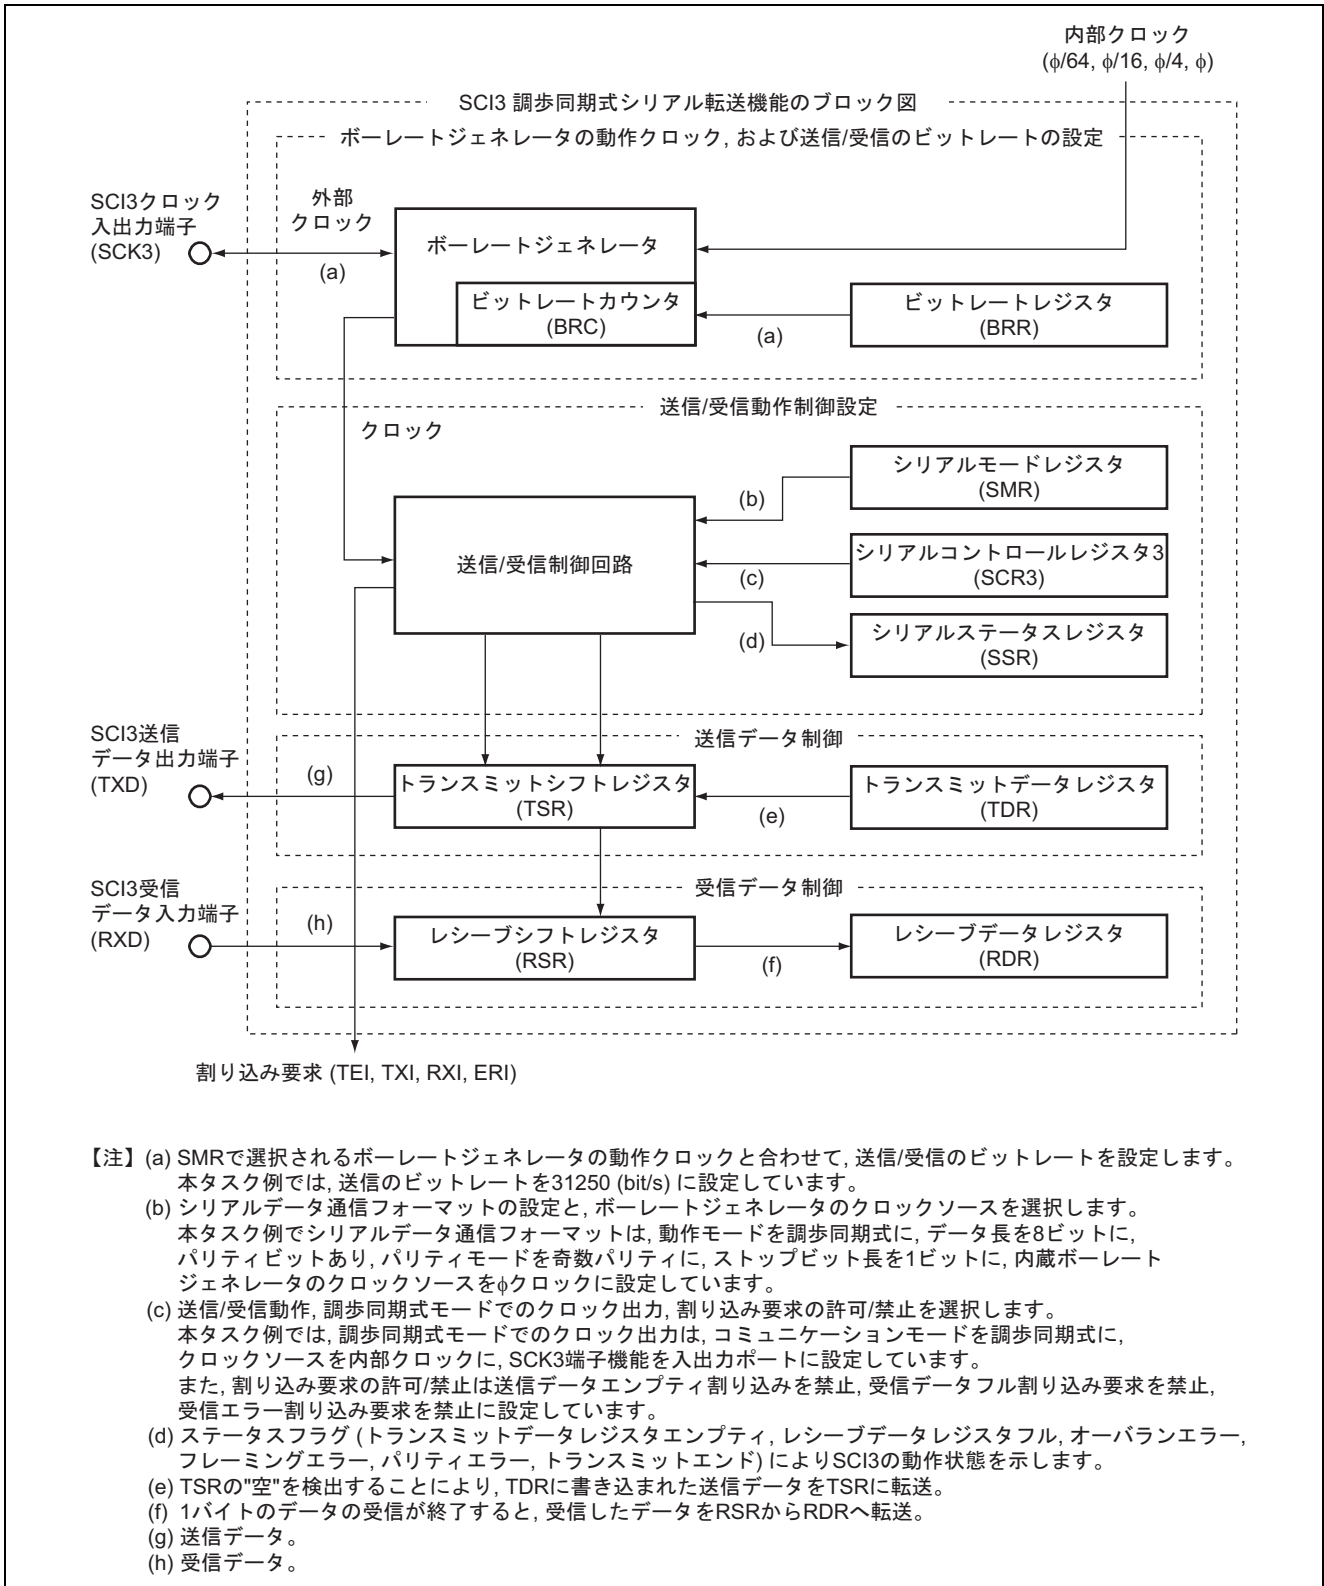

図 2 調歩同期式シリアルデータ受信のブロック図
1. 本タスク例では、シリアルコミュニケーションインタフェース (SCI : Serial Communication Interface) を使用して、調歩同期式のシリアルデータの受信を行いません。図 2 に調歩同期式シリアルデータ受信のブロック図を示します。以下に調歩同期式シリアルデータ受信のブロック図について説明します。